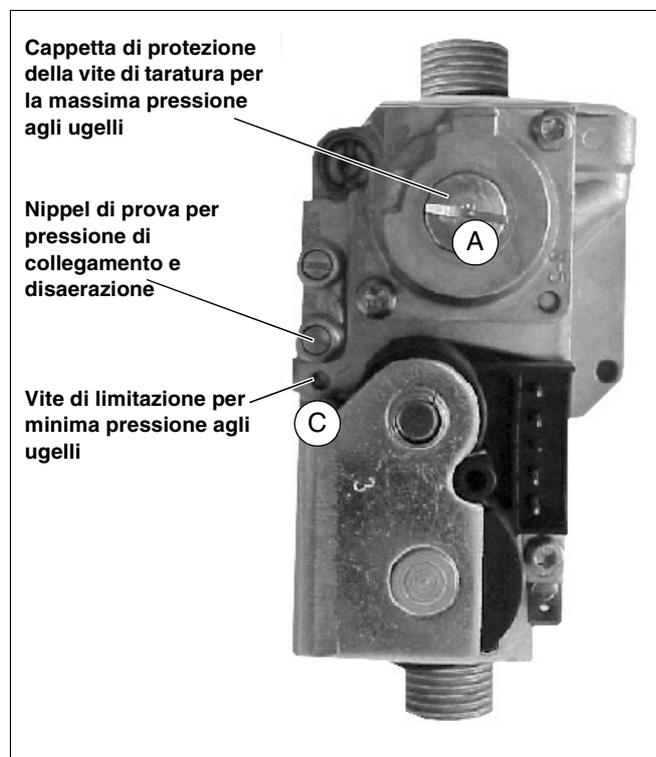
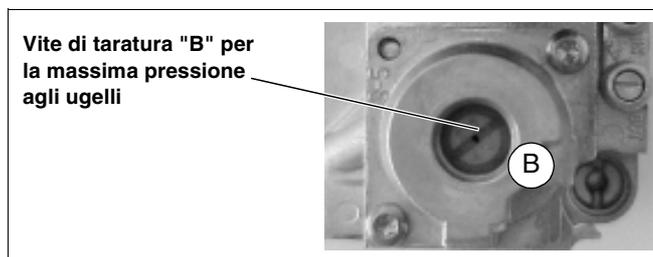
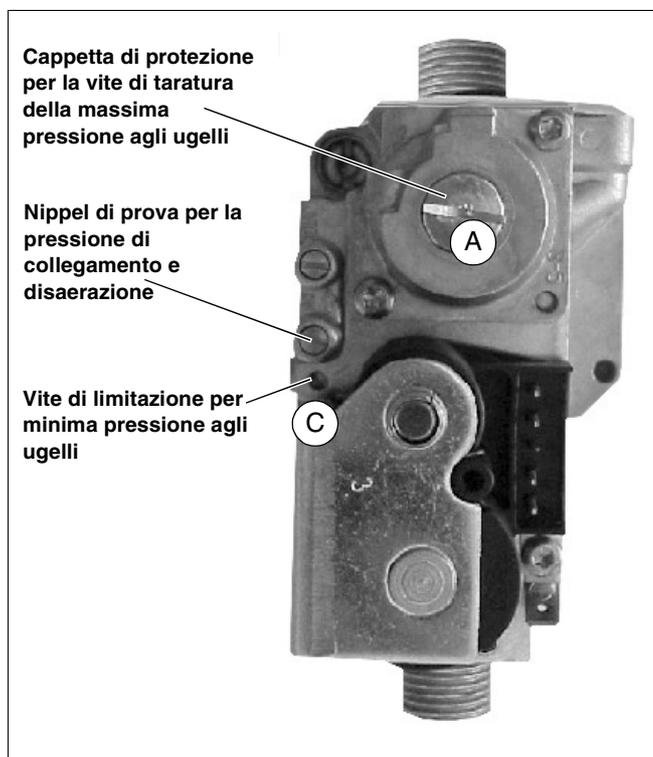

Fig. 35 Apparato gas
Fig. 37 Vite di taratura "B" per la massima pressione agli ugelli
Fig. 38 Regolare la pressione agli ugelli
- Aprire il tappo a vite del nippel di prova per la pressione di collegamento (fig. 35) sull'apparecchiatura del gas e collegare il manometro ad U.
- Rimuovere il manometro ad U e chiudere ermeticamente il nippel di prova con la vite di chiusura (fig. 35).
- Rimuovere la cappetta di protezione (fig. 38, **pos. A**). Girare la vite di taratura per la massima pressione agli ugelli (fig. 37, **pos. B**), per effettuare la regolazione.
- Rimuovere il manometro ad U e chiudere ermeticamente il nippel di prova con la vite di chiusura (fig. 38).
Se questa correzione non è sufficiente, dovete agire sulla vite di limitazione all'apparecchiatura gas (fig. 38, **pos. C**).
- Girare la vite di limitazione all'apparecchiatura gas (fig. 38, **pos. C**), in senso orario per aumentare la pressione, in senso antiorario per diminuirla.
- Rimuovere cappetta di protezione dell'apparecchiatura gas (fig. 35, **pos. A**, pagina 35) abnehmen. Stringere a fondo la vite di taratura (fig. 37, **pos. B**) per la regolazione della massima pressione.
- Riapplicare la cappetta di protezione dell'apparecchiatura gas (fig. 35, **pos. A**, pagina 35).
- Rimuovere la cappetta di protezione dell'apparecchiatura gas (fig. 35, **pos. A**, pagina 35).
Collegare il manometro ad U al nippel di prova dell'apparecchiatura gas (fig. 35, pagina 35), mettere la caldaia murale a gas in esercizio di riscaldamento e procedere nel modo seguente: